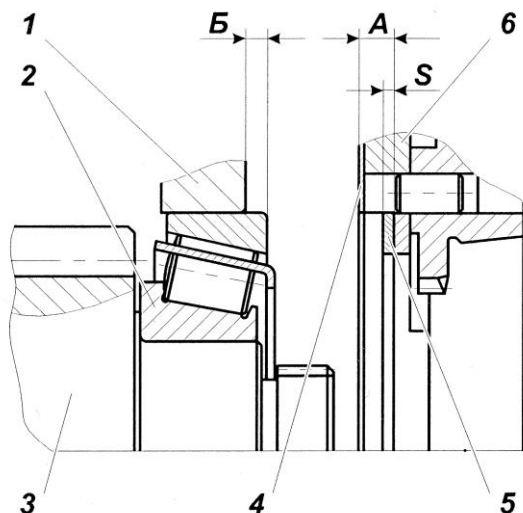

Рис. 99:
3.1 Замерить абсолютные величины размеров А (между торцами уплотнительной прокладки и проставки) и Б (между торцами картера и подшипника) рис. 99. При этом, торец ступицы шестерни привода промежуточного вала должен быть плотно (под усилием собственного веса вала) прижат к торцу технологического приспособления, а наружное кольцо заднего подшипника - к роликам.
4 Демультипликатор с установочными прокладками, подобранными по п. 3, пристыковать к картеру коробки передач, обеспечив затяжку болтов крепления демультипликатора к коробке передач с $M_{кр}=215,74...274,5 \text{ Н}\cdot\text{м}$ (22...28 кгс·м). Перед установкой демультипликатора на уплотнительную прокладку поз. 5 (рис. 99) с обеих сторон нанести герметик УГ-9 ТУ 6-01-1326-86 или УГ-6 ТУ 6-01-1285-84 непрерывной полосой шириной 2...3 мм по контуру.